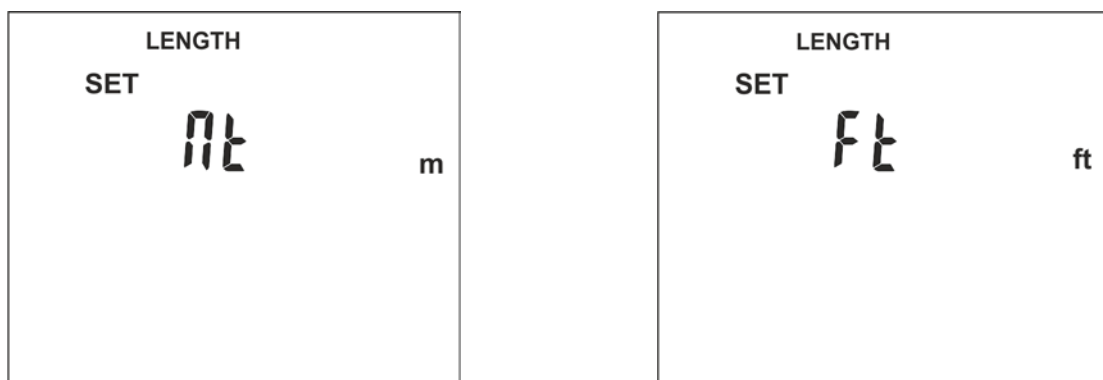

Abb. 6: Einstellung der Messeinheit Länge
1. Drücken und halten sie die Taste **L/W** und schalten Sie das Gerät mit der Taste ① ein. Die Bildschirmseite in der Abb. 6 – linke Seite erscheint im Display.